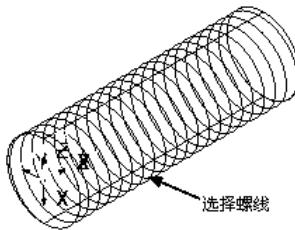
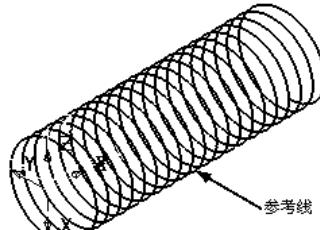

图 4-88 选择螺线
图 4-89 创建的参考线
2) 在图形区选择图 4-88 所示的螺线，然后在“PowerMILL 资源管理器”中选中参考线中的“1”，单击鼠标右键，在弹出的快捷菜单中选择“插入”→“模型”命令，创建出如图 4-89 所示的参考线。